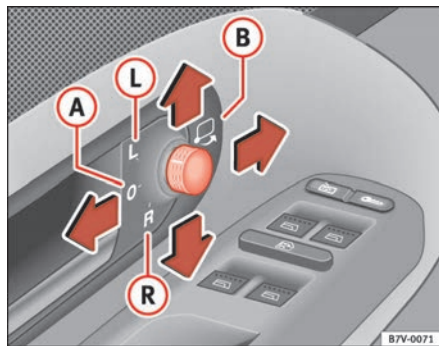

Fig. 82 Detalle de la puerta del conductor: mando de los retrovisores exteriores
1. En primer lugar, gire el mando ⇒ fig. 82 hasta la posición ① (retrovisor izquierdo).
3. A continuación, gire el mando hasta la posición ② (retrovisor derecho).